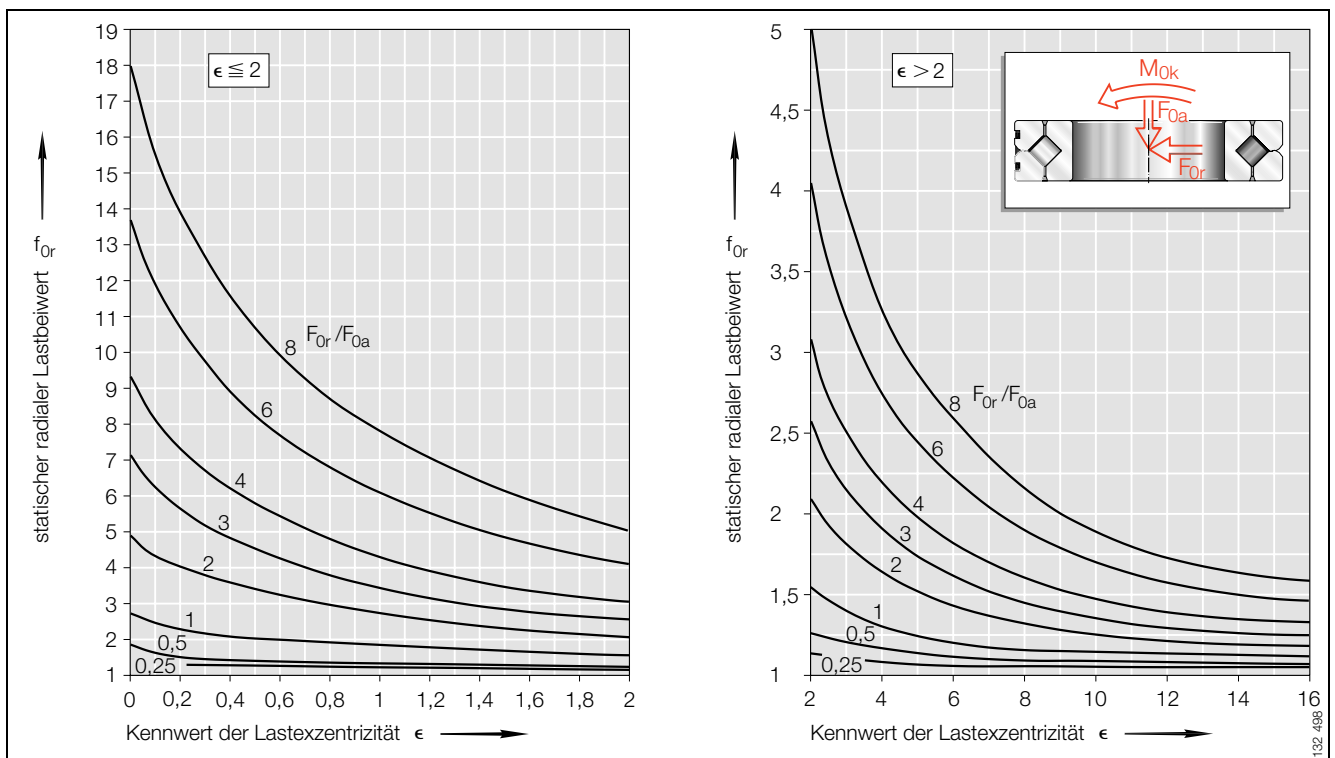

Bild 1 · Hauptlastrichtungen und statischer radialer Lastbeiwert f_{0r} für Kreuzrollenlager
- Verhältnis F_{0r}/F_{0a} in Bild 1 bestimmen
- aus dem Verhältnis F_{0r}/F_{0a} und ϵ statisch radialen Lastbeiwert f_{0r} aus Bild 1 ermitteln.
statischer radialer Lastbeiwert (siehe Bild 1)